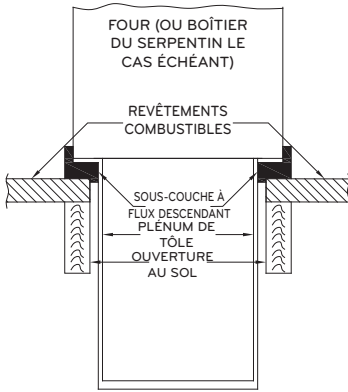
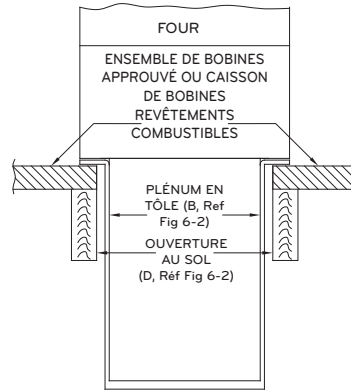

Fig. 6-3 Fournaise, plènum et sous-couche installés sur un sol combustible
Fig. 6-4 Ensemble fournaise, plènum et serpentin boîte à serpents installés sur un sol combustible
4. Si une sous-base à flux descendant est utilisée, installez comme indiqué sur la Fig. 6-3. Si l'ensemble de bobine ou la boîte de bobine est utilisé, installez comme indiqué sur la Fig. 6-4.